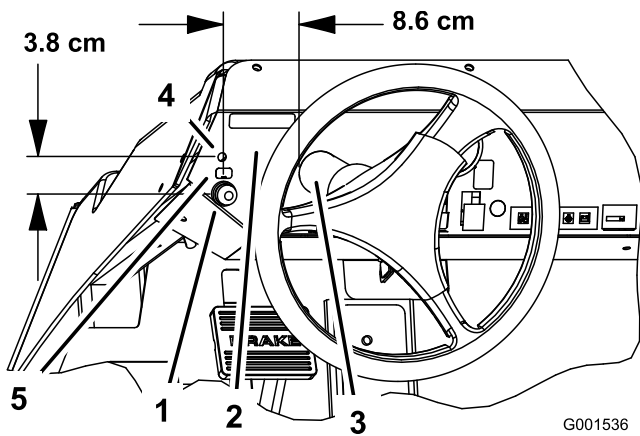

Figure 3
4. Pour savoir où percer le trou pour le bouton de commande de l'avertisseur sonore, mesurez 8,6 cm à la gauche de la base de la colonne de direction et 3,8 cm à partir du centre de la tête de vis sur le tableau de bord (Figure 3).
2. Retirez la pellicule de protection au dos de l'autocollant et collez-le juste au-dessus du bouton de commande de l'avertisseur sonore sur le tableau de bord (Figure 3).